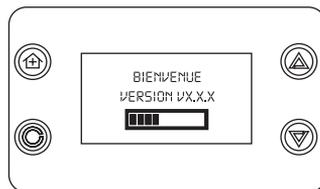
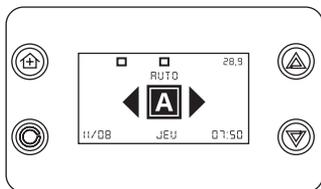

Figure 2
Figure 3
- Veuillez attendre que le robot se jumelle à sa base de charge (Figure 2), la base et le robot émettent un bip à quelques secondes d'intervalles, puis l'écran affiche MODE A (Figure 3).